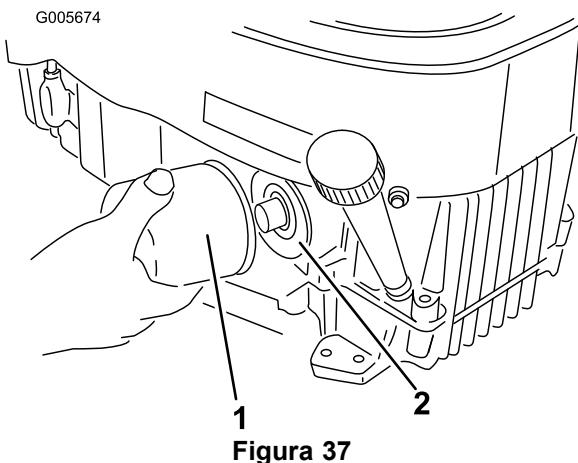

Figura 37
- Retire o filtro antigo (Figura 37).
- Coloque o filtro de substituição no adaptador. Rode o filtro de óleo no sentido dos ponteiros do relógio até que a junta de borracha toque no adaptador do filtro e, em seguida, aperte o filtro mais 3/4 volta (Figura 37).